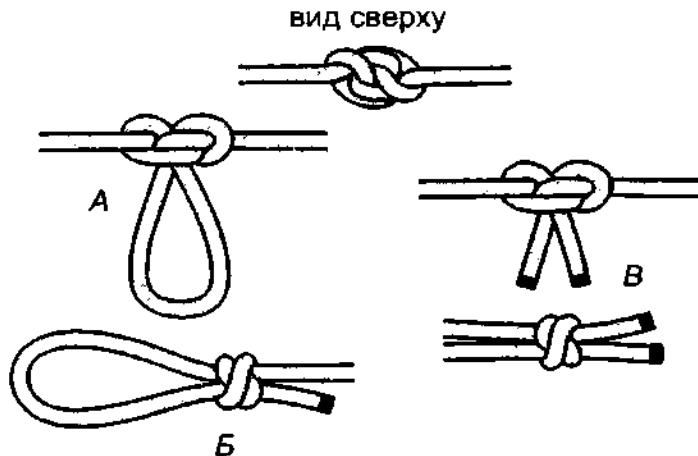

Рис. 236. А, Б – две формы **симметричной петли** имеют разную тугость; В – **симметричный узел** для связывания двух концов верёвки.
**Симметричная петля** – это очередное переплетение двух *простых узлов* (рис. 236). В который раз приходится только удивляться, как разнообразное сочетание двух незатейливых *простых узлов* создаёт множество прочных и практичных узлов. **Симметричная петля** ещё более надёжна, чем **австрийский проводник**, но, к сожалению, её нельзя завязать на середине длинного троса, так как она вяжется из *восьмёрки* и для завязывания петли один из концов необходимо пропускать в узел. В отличие от **австрийского проводника**, который с обеих сторон выглядит по-разному, **симметричная петля** с двух сторон выглядит совершенно одинаково, т. е. расположение сегментов в узле строго симметрично.
вязывается (рис. 236 А). Если узел расправить и придать ему форму *кровавого узла*, то *симметричная петля* тую затягивается даже при небольшой нагрузке и очень тяжело раздаётся (рис. 236 Б). Поэтому, для *симметричной петли* лучше сохранять форму срединной петли.